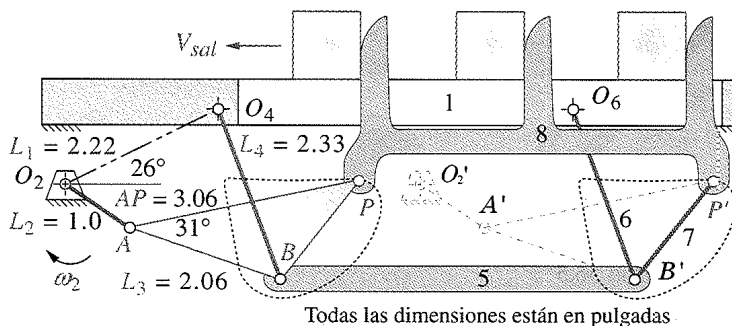

FIGURA P6-19 Problema 6-56 Mecanismo de transporte de viga oscilante de ocho barras de movimiento en línea recta
*6-56 La figura P6-19 muestra un mecanismo de viga oscilante. Calcule y grafique la velocidad V_{salida} para una revolución de la manivela de entrada 2 que gira a 100 rpm.